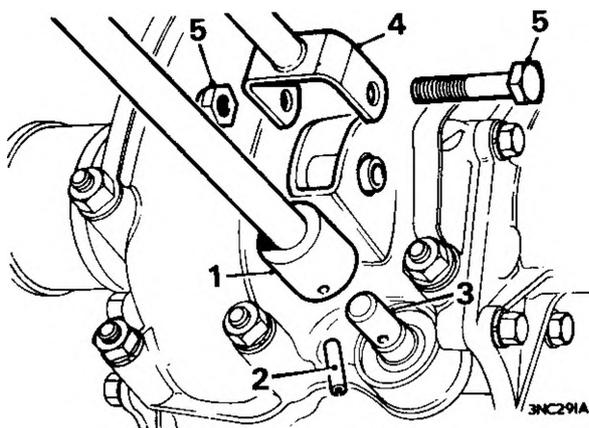

Fig. F.30
riduzione finale. Ved. la Fig. F.30
3. Estrarre la spina di collegamento dell'asta interna lunga e dell'albero selezione marce. Ved. Fig. F.30